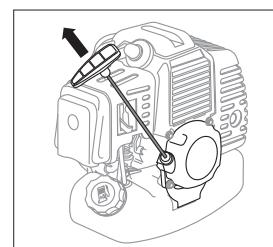

fig. 11
6. Während Sie den Schneider halten, ziehen Sie vorsichtig am Startergriff, bis er in den Startermechanismus eingreift. Danach ziehen Sie die Schnur kräftig um 50-60 cm heraus (Abb. 11). Um eine Beschädigung des Startergehäuses zu vermeiden, darf der Startergriff wieder in seine ursprüngliche Position nicht zurückgeworfen werden. Wiederholen Sie diese Schritte 3-5 mal, bevor der erste Kraftstoff im Motor losbrennt. Der Motor sollte nicht starten these steps 3-5 times before the first flash of fuel in the engine. In this case, the engine should not start.